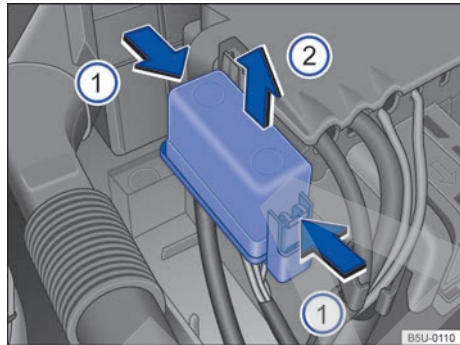

Fig. 162 En el compartimento del motor: cobertura de la caja de fusibles.
- Presionar las trabas en el sentido de la flecha \Rightarrow fig. 162 (1), para desbloquear la cubierta de la caja de fusibles.
- Remover la cobertura por arriba, en el sentido de la flecha (2).
- Para la **instalación**, colocar la cobertura sobre la caja de fusibles. Presionar la cobertura hacia abajo, en el sentido contrario de la flecha (2), hasta que trabe de forma audible.